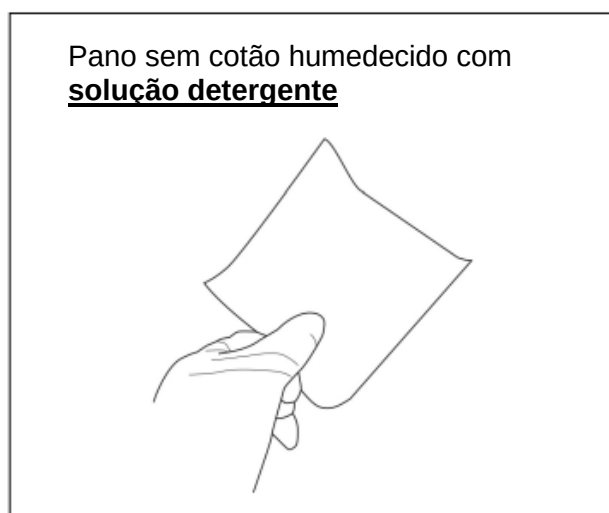

Figura A1-1
2. Prepare um pano sem algodão humedecido com uma solução de detergente neutro (Figura A1-1).